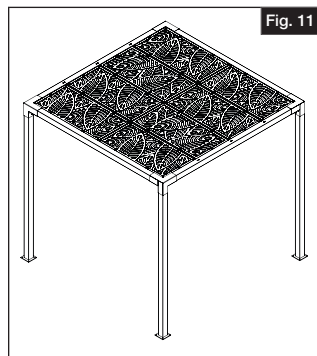

Fig. 11
- 11** Install bottom plates to desired surface using 3/8" bolts/screws & washers to complete assembly (Fig. 11).
Instale las placas inferiores en la superficie deseada utilizando pernos o tornillos y arandelas de 3/8" para finalizar el montaje (Fig. 11).